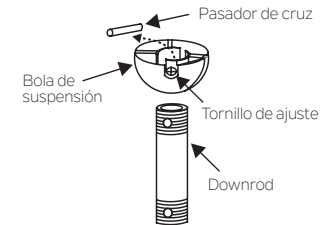

Fig. 7
**Paso 5.** Retire la bola de suspensión del conjunto de la varilla de afijamiento afijando el tornillo de fijación, desenroscando y quitando el pasador transversal y desenroscando la bola de la varilla. (Fig.7)